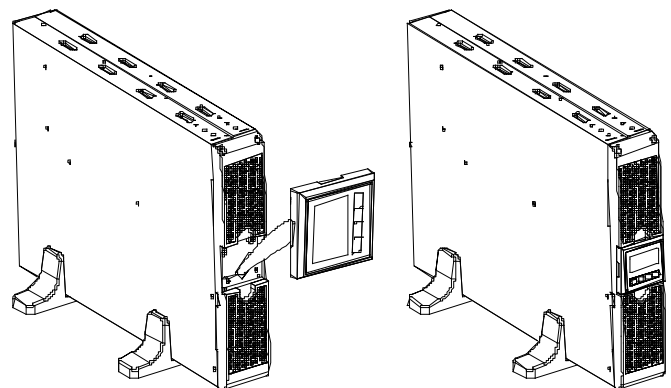

Fig 3
3. Retire a caixa do ecrã LCD e rode-a 90 graus para a direita e volte a colocá-la no painel frontal (Fig 3).